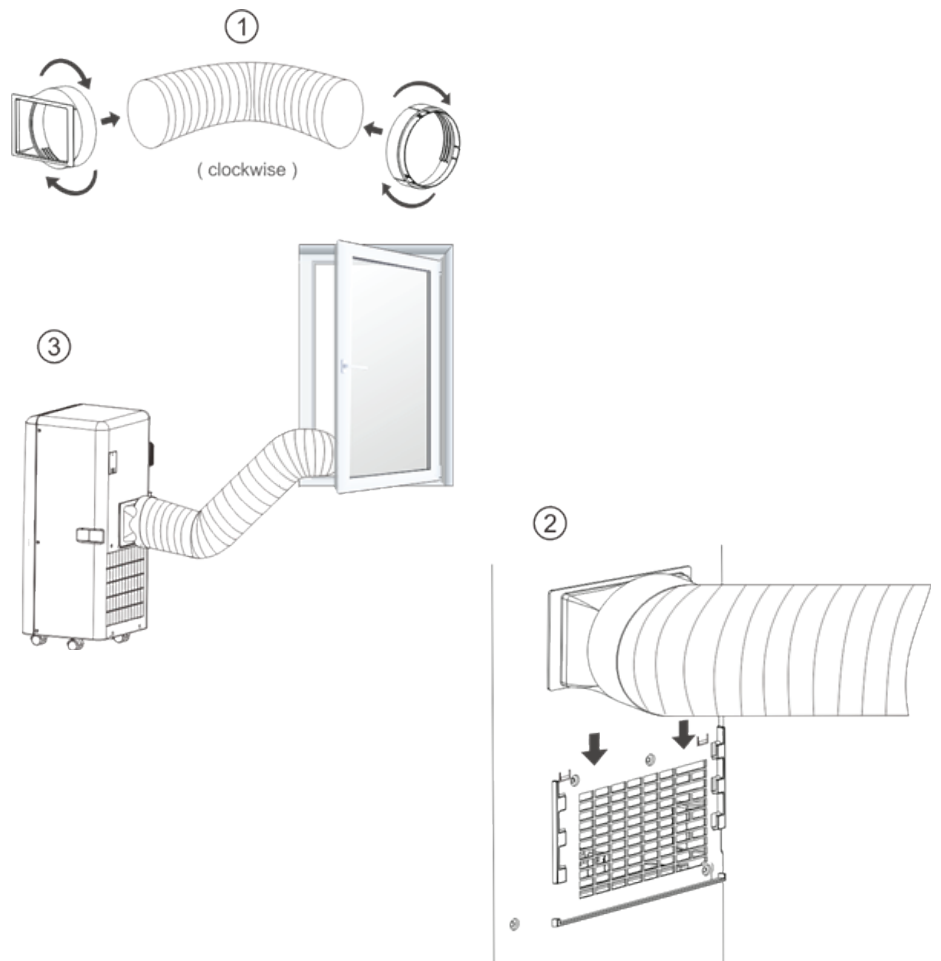

Fig.4
2. Setzen Sie den quadratischen Befestigungsclip in die Öffnungen auf der Rückseite der Klimaanlage ein (siehe Abb. 4).